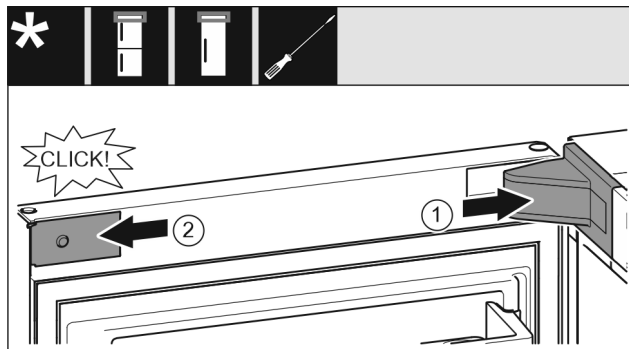

Fig. 42
- ▶ Установите и зафиксируйте крышку опорного кронштейна Fig. 42 (1), при необходимости осторожно разожмите ее.
- ▶ Установите накладку Fig. 42 (2) сбоку и зафиксируйте.